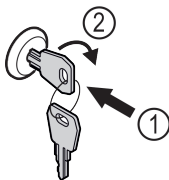

Fig. 110
- Vajutage võti sisse Fig. 110 (1).
- Keerake võtit 90° päripäeva Fig. 110 (2).